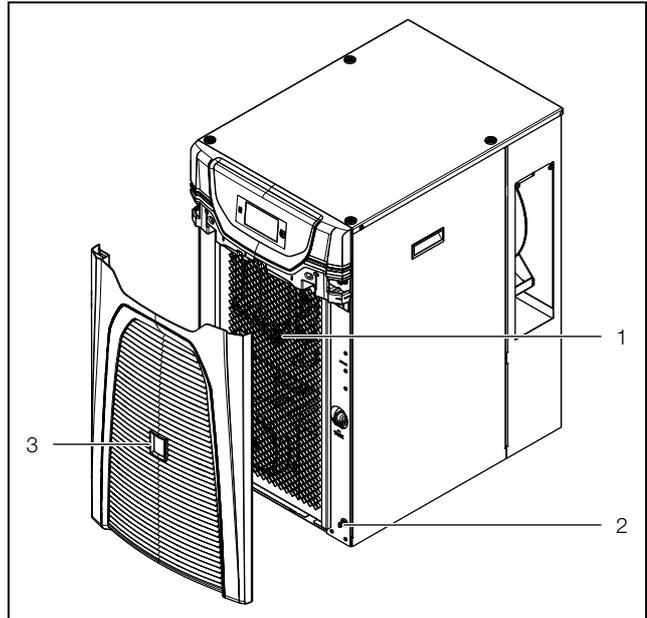

Fig. 31 : retrait de la grille à lamelles 3320200 et 3334300
- Retirer la grille à lamelles à l'avant du refroidisseur d'eau (fig. 31, pos. 3) des agrafes de maintien (fig. 31, pos. 2) et la poser en un lieu sûr.